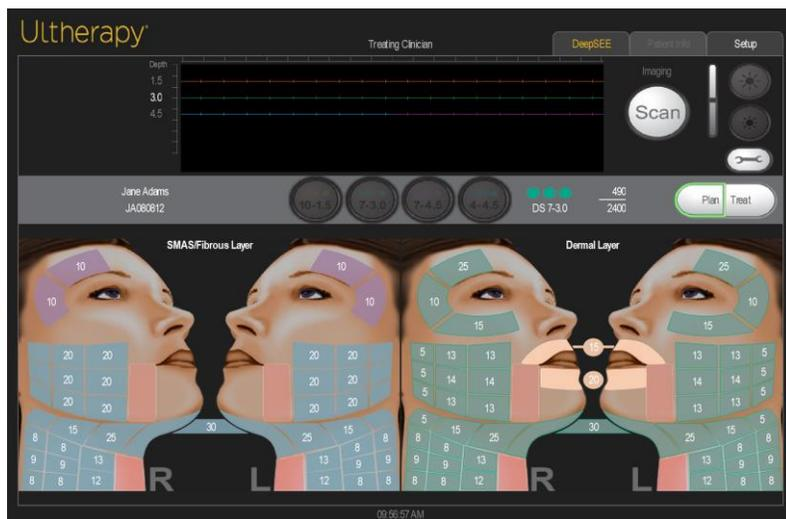

Figura 7.11 - Mapas de tratamiento de SMAS/Capa fibrosa y Capa dérmica (transductor DS 7-3.0 adjunto)
- a. La función SMAS/Capa fibrosa (mapas de tratamiento a la izquierda de la pantalla, como se muestra en la Figura 7.11) permitirá al usuario planificar y tratar a una profundidad de 3.0 mm y/o 4.5 mm (Opciones de transductores: DS 7-3.0, DS 7-3.0N, DS 4-4.5, DS 7-4.5)
- b. La función Capa dérmica (mapas de tratamiento a la derecha de la pantalla, como se muestra en la Figura 7.11) permitirá usuario planificar y tratar a profundidad de 1.5 mm y/o 3.0 mm (Opciones de transductores: DS 10-1.5, DS 10-1.5N, DS 7-3.0, DS 7-3.0N)